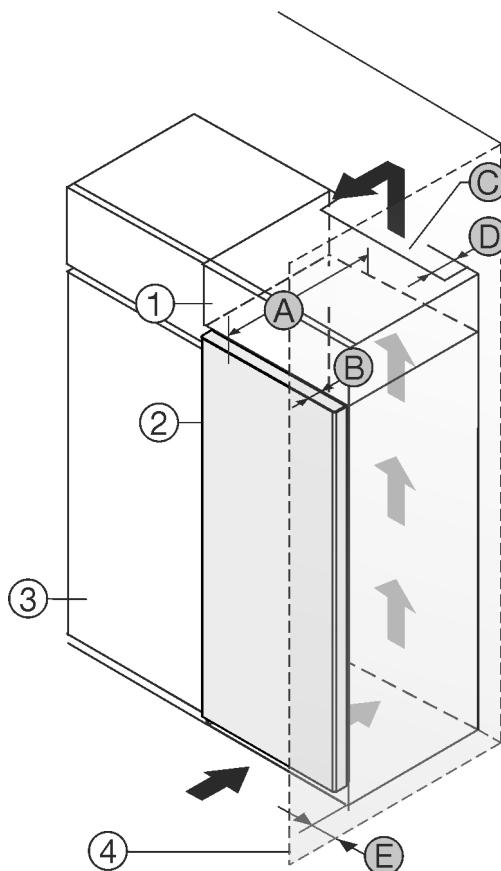

Fig. 1
Ju mund ta instaloni pajisjen direkt ngjitur me dollapin e kuzhinës Fig. 1 (3).*
Në faqen e pasme të dollapit së montimit duhet të ketë një hapësirë ajrimi me thellësi Fig. 1 (D) në të gjithë gjërësinë e dollapit të montimit.*
Nën mbulesën e hapësirës duhet respektuar seksioni tërthor i qarkullimit të ajrit Fig. 1 (C).*
Nëse instaloni pajisjen me mentesha pranë një muri Fig. 1 (4), atëherë duhet që distanca midis pajisjes dhe murit të jetë të paktën 13 mm.*
Nëse instaloni pajisjen me mentesha pranë një muri Fig. 1 (4), atëherë duhet që distanca midis pajisjes dhe murit të jetë të paktën 20 mm.*
Në mënyrë që dera të mund të hapet plotësisht, duhet që pajisja të dalë jashtë përparrë kanatit të dollapit të kuzhinës sa thellësia e derës Fig. 1 (B). Në varësi nga thellësia e dollapëve të kuzhinës Fig. 1 (3) dhe përdorimi i ruajtësve të distancës nga muri, pajisja mund të dalë më shumë përparrë dollapit.*